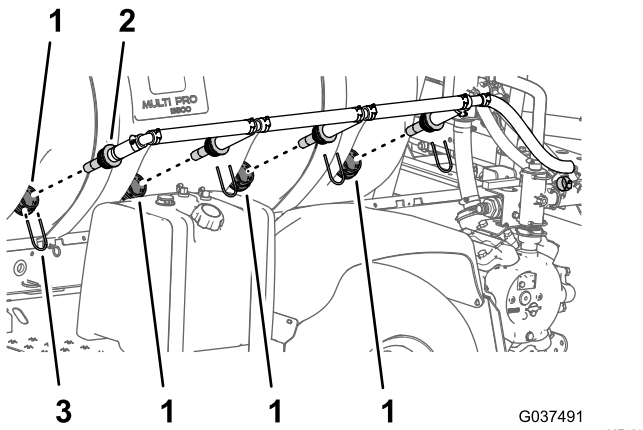

図 33
3. 液剤ポンプ側面で、攪拌ノズルを液剤タンクの壁に固定しているリテーナ4個を外す 図 33。
5. ノズルとノズルについているホースを機体から外す 図 33。